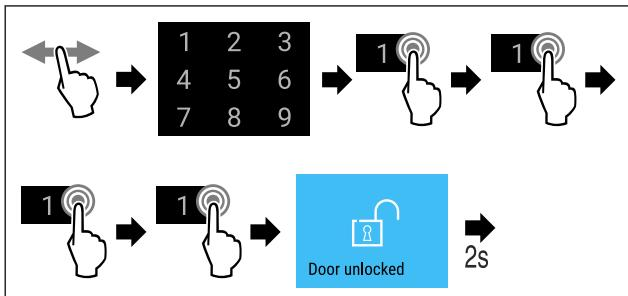

Fig. 77 Blokiranje vrata šifrom 1 1 1 1.
- Obavite korake postupka (pogledajte Fig. 77).